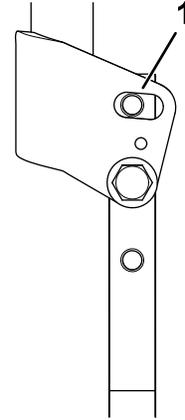

Figura 5
1. Mueva la palanca de control hacia adelante o hacia atrás a la posición deseada en el taladro ranurado (Figura 5).